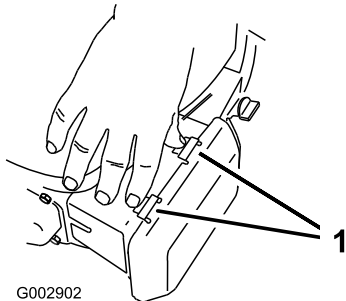

Bild 40
1. Drücken Sie die Verriegelungsnasen oben an der Luftfilterabdeckung nach unten (**Bild 40**).